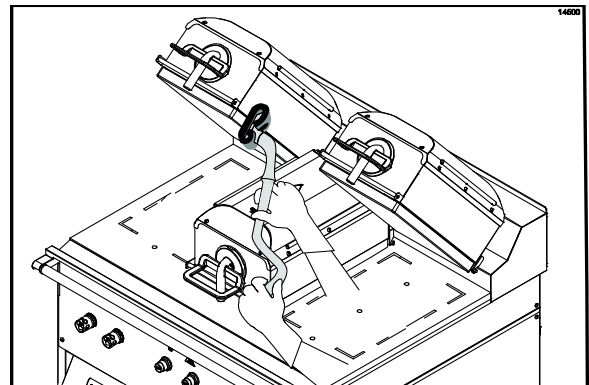

Abbildung 101
29. Die Innenkanten der rechten und linken oberen Grillplatte abschrubben. (Siehe Abbildung 101.)